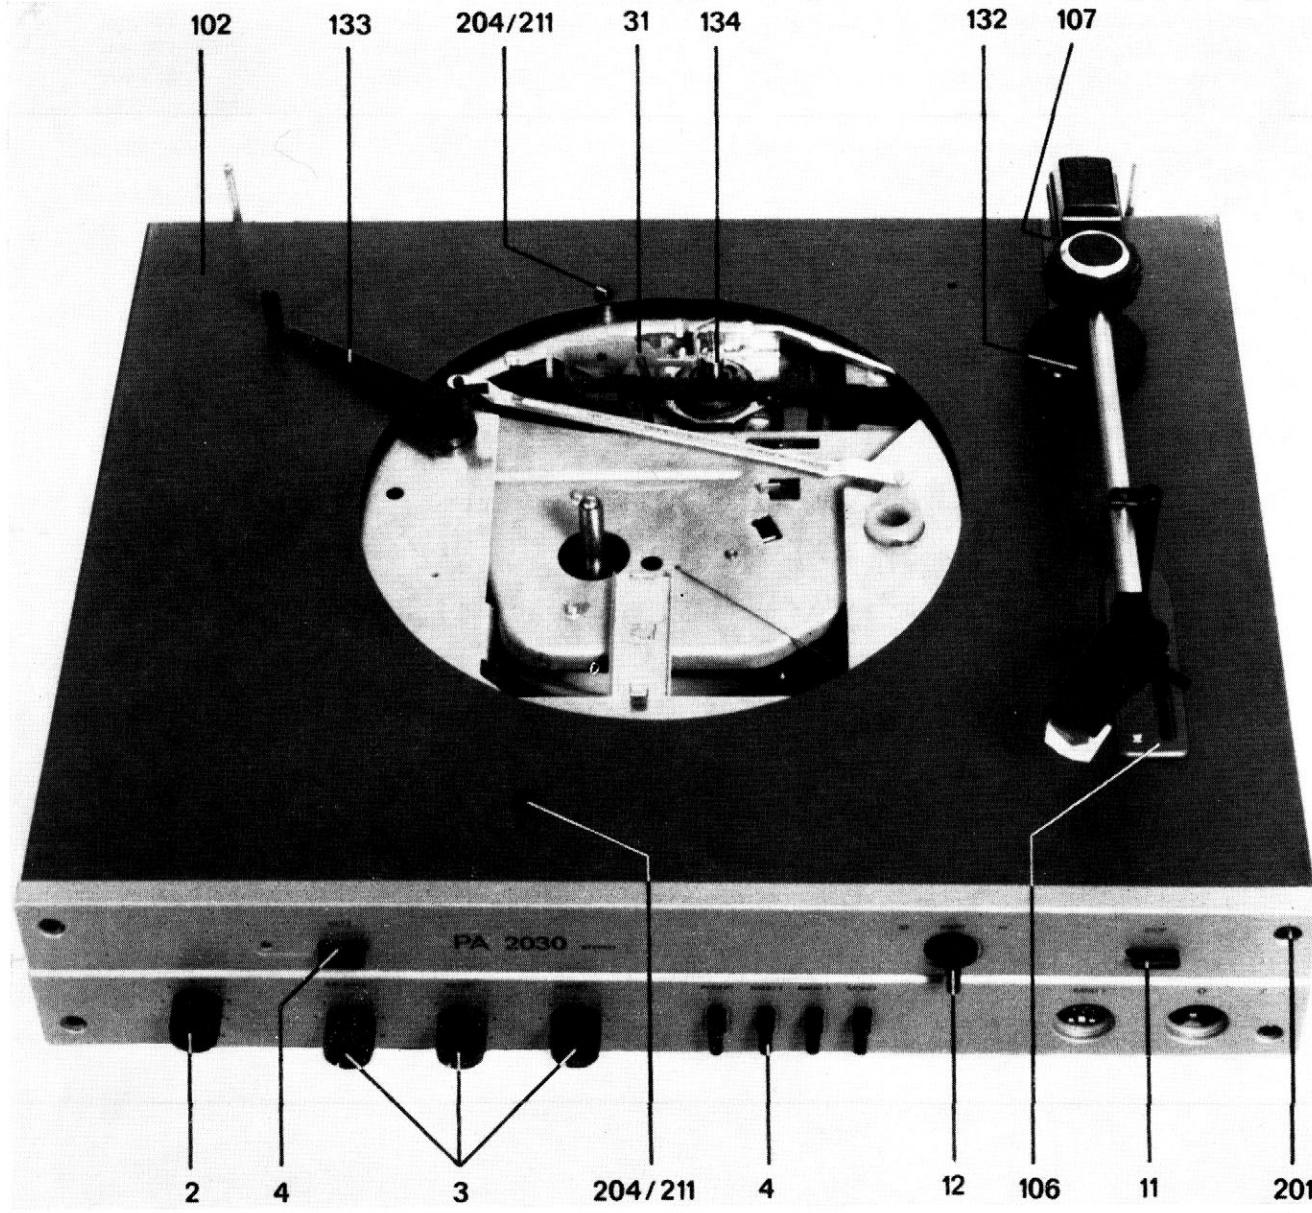

Abb. 2
4. Mechanischer Aufbau des Gerätes (Abb. 2 und 3)
4.4. Ausbau der Chassis (Abb. 2, 4 und 9)